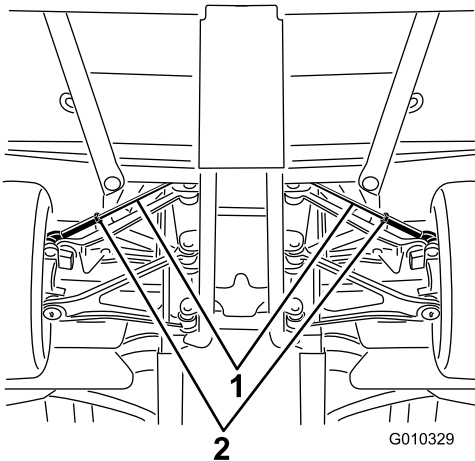

Figure 64
- A. Desserrez l'écrou de blocage au centre de la biellette (Figure 64)